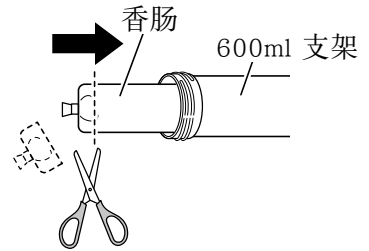

图 20
(2) 将香肠放入 600ml 支架中，并在尖端切掉封闭部分。(图 20)